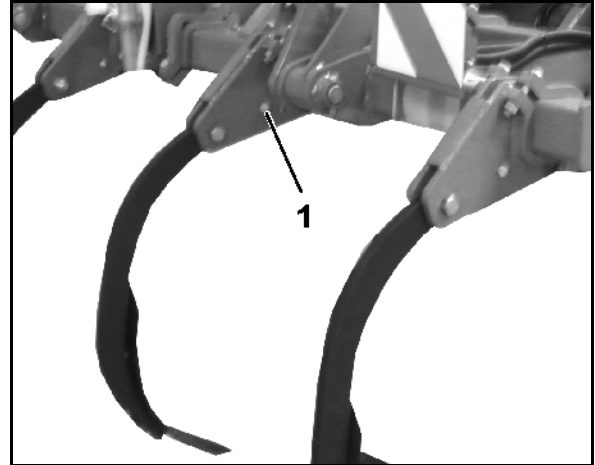

Fig. 27
- Nach dem Abscheren der Scherschraube (Fig. 27/1) bei Überlast neue Scherschraube (M12x90 8.8) montieren.